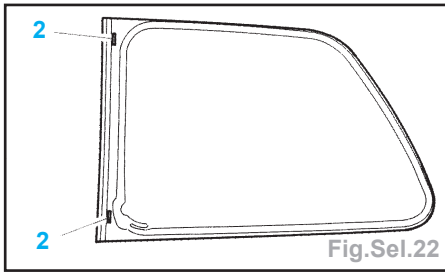

Fig.Sel.22
- Mettre en place les cales (2) (Fourni avec le kit PR) (Fig.Sel.22).